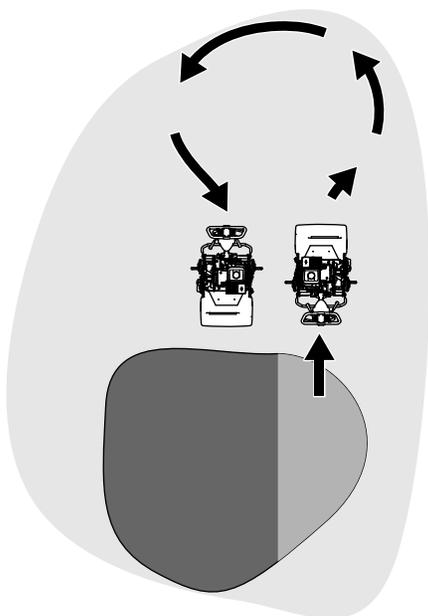

Figure 21
exécutez un demi-tour en « goutte d'eau » sur le tambour de déplacement (Figure 21).
1. Localisez le levier d'engagement de déplacement sur le boîtier d'engrenages de la transmission (Figure 21).